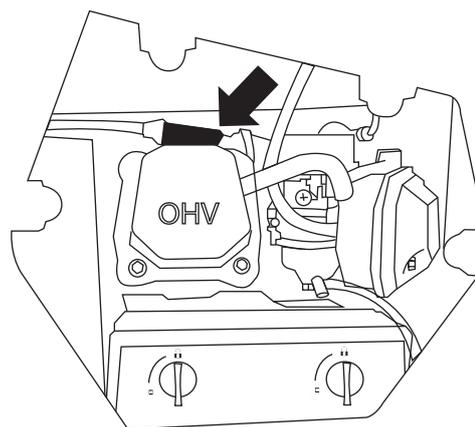

Figure 18: Retirez le couvercle de la bougie d'allumage
4. Enlevez le couvercle de la bougie en tirant fermement la poignée métallique de la bougie directement à l'extérieur de l'appareil (voir la figure 18).